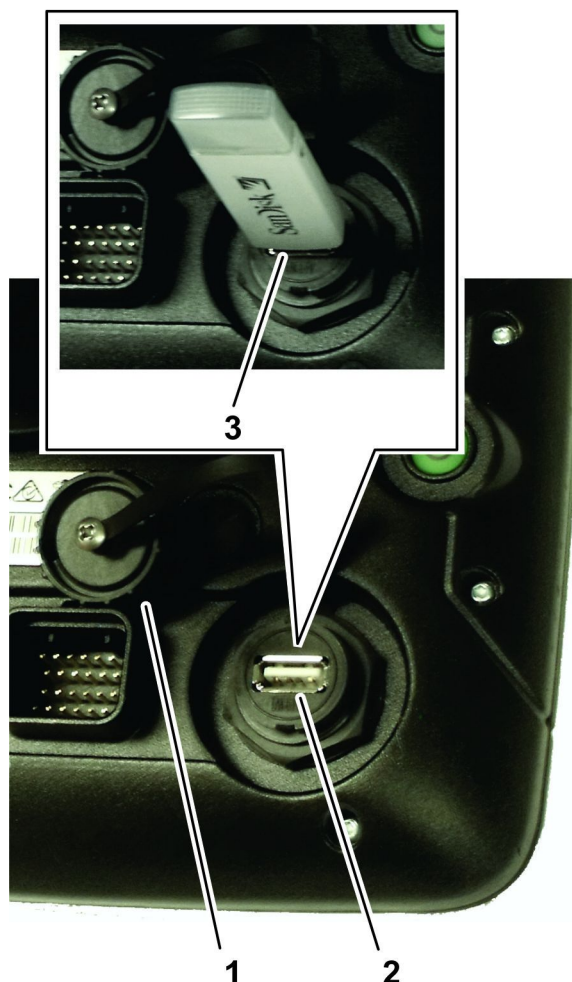

图 31
1. 从位于电源按钮下方的 USB 端口上取下盖子图 31。
2. 将 USB 存储器插入 USB 插座图 31。